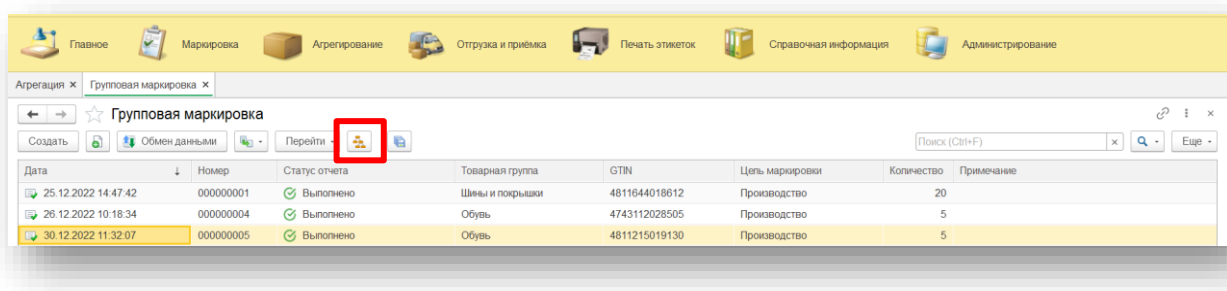

Рис. 73
2. «Групповая маркировка» (Рис. 73)